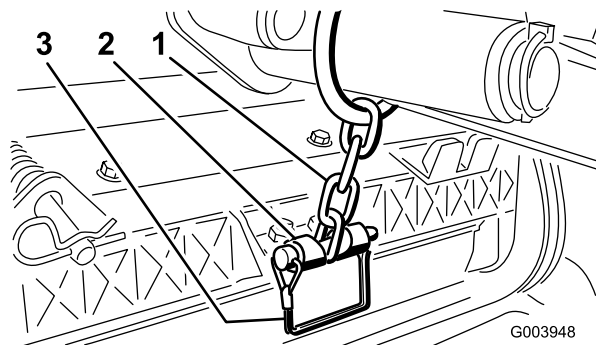

Рисунок 12
13. Прикрепите цепь подъемного рычага к кронштейну цепи с помощью стопорного штифта (**Рисунок 12**).